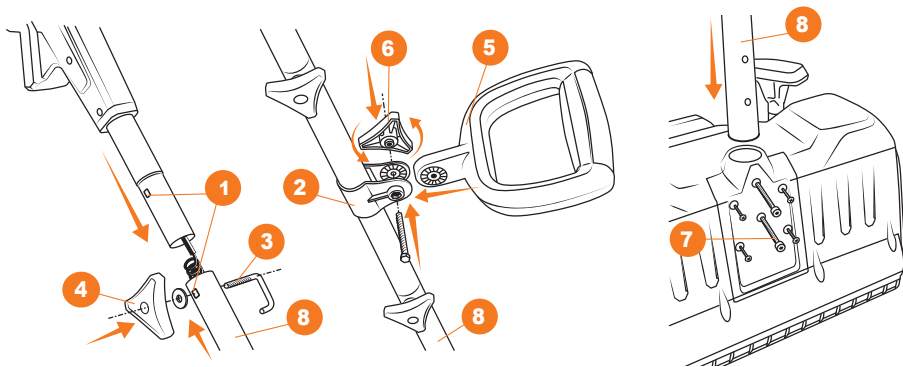

Рис. 3
- Установите дополнительную рукоятку **5** на специальное крепление **2** на штанге **8** (рис. 3).